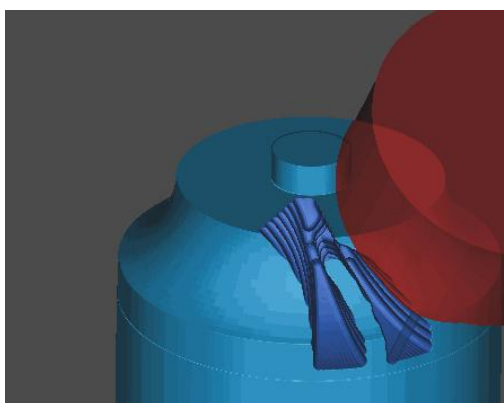

Рисунок 3.30 – Симуляция процесса обработки
- Нажмите кнопку **Воспроизвести**  (рисунок 3.30).